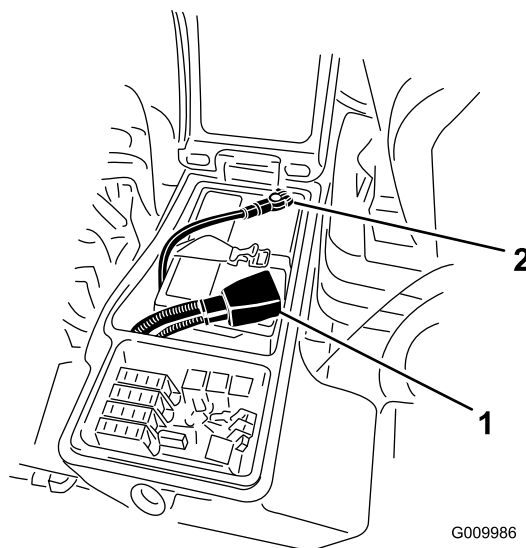

Figura 37
4. Instale o cabo positivo (vermelho) no terminal positivo (+) e o cabo negativo (negro) no terminal negativo (-) da bateria (Figura 37). Prenda os cabos nos pólos com parafusos e porcas. Certifique-se de que o terminal positivo (+) se encontra corretamente colocado no polo e de que o cabo se encontra corretamente encaixado na bateria. O cabo não deverá estar em contacto com a cobertura da bateria. Coloque a proteção de borracha sobre o terminal positivo para evitar um curto-circuito.